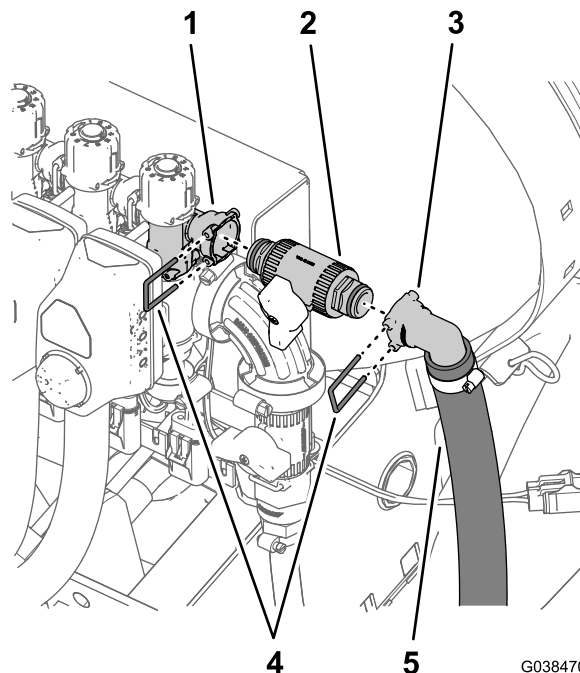

Figure 99
- Fixez la vanne de coupure de dérivation sur le raccord rapide femelle du collecteur de dérivation (Figure 99) à l'aide du petit étrier que vous avez retiré à l'opération 1 de Déplacement des vannes de dérivation des sections (page 40).
Remarque: Vérifiez que la poignée de la vanne de coupure de dérivation est alignée comme montré à la Figure 99.
- Fixez le raccord rapide à 90° du flexible de dérivation de section (2,5 x 146 cm) au raccord rapide de la vanne de coupure de dérivation à l'aide de l'étrier (petit) fourni avec le flexible de dérivation de section (Figure 99).